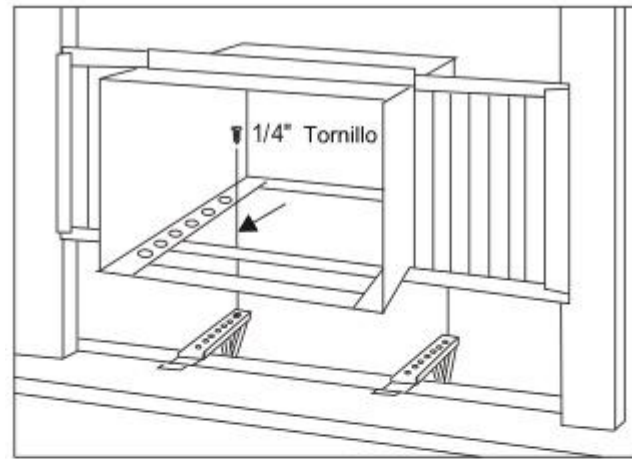

Fig. 10
A. Alinear los agujeros en la parte inferior de la caja con los agujeros en el soporte de montaje. Fije la caja metálica en el soporte utilizando (3) tornillos de 1 / 4 " suministrados. Repita el mismo procedimiento en el lado opuesto del gabinete. Ver (Fig. 10)